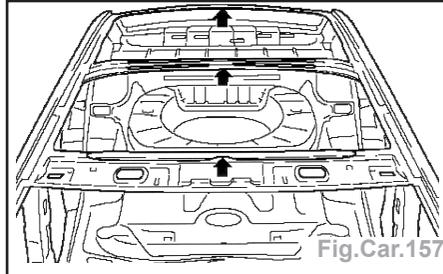

Fig.Car.157
- les restes de colle du cadre de toit à l'avant, à l'arrière et de l'arceau (Fig. Car.157).